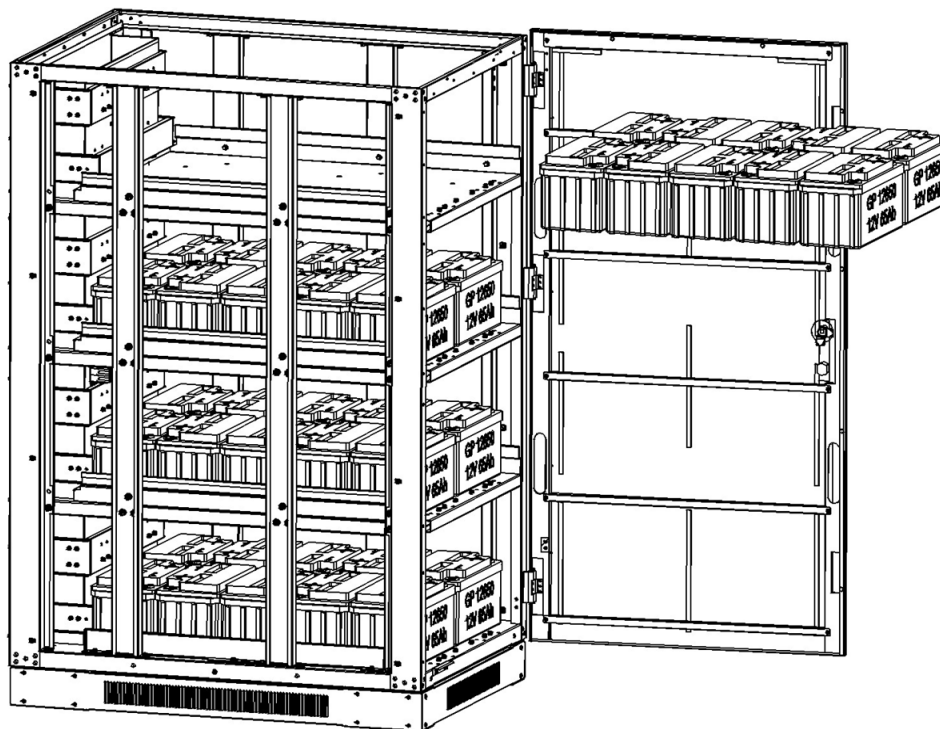
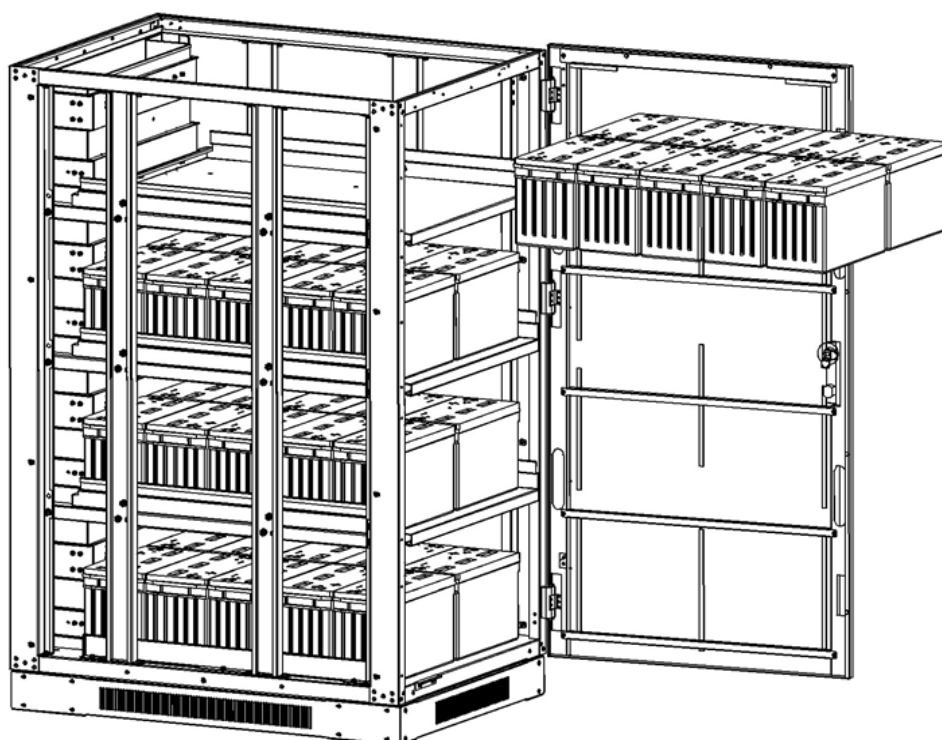

Figure 5-37 : modèle BP240V65L-NIB
Figure 5-38 : modèle BP240V100L-NIB
7. Installer 10 modules de batteries dans la couche 4 (Figure 5-37 : modèle BP240V65L-NIB ou Figure 5-38 : modèle BP240V100L-NIB).